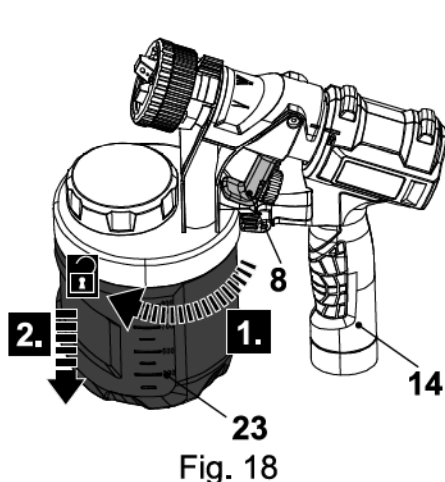

Fig. 18
- > Suelte el gatillo del interruptor (8) y apague el producto.
- > Vierta toda la pintura restante en otro recipiente para vaciar el contenedor de pintura (23). Limpie a fondo el recipiente de pintura (23) con un producto de limpieza adecuado, que no contenga aceite.
- > Llene gradualmente el recipiente de pintura (23) con un agente limpiador, encienda el producto y apriete el gatillo del interruptor (8), pulverícelo a través del cabezal de pulverización (6) hasta que el agente limpiador salga como una niebla clara y transparente.
- > Suelte el gatillo del interruptor (8) y apague el producto, desconéctelo de la red eléctrica y retire el recipiente de pintura (23) de la pistola de pulverización (Fig. 18).